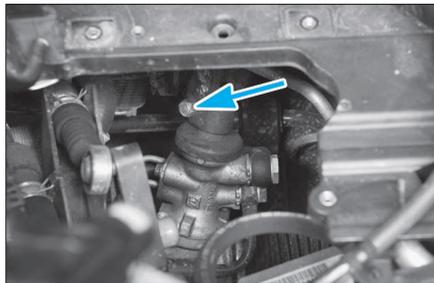

FIG. 14
- Déconnecter les 2 connecteurs de pompe de direction assistée (3).
- Déposer la vis de bridage (Fig.14) du cardan de direction.